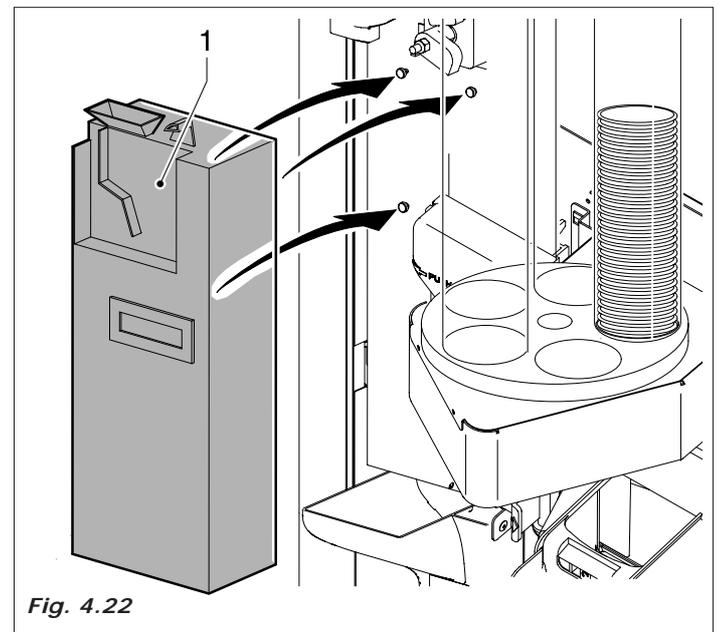

Fig. 4.22
- Montar el monedero (Fig. 4.22) conectarlo con la placa Master